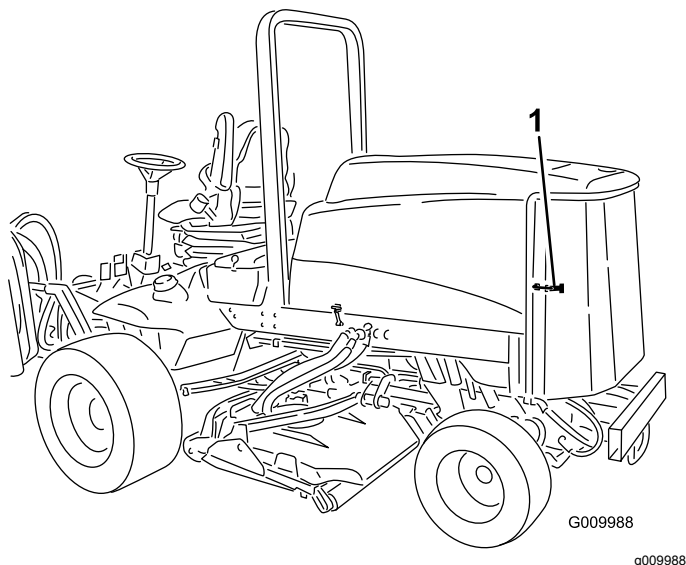

Figura 72
1. Destrancue e abra o painel traseiro (Figura 72).